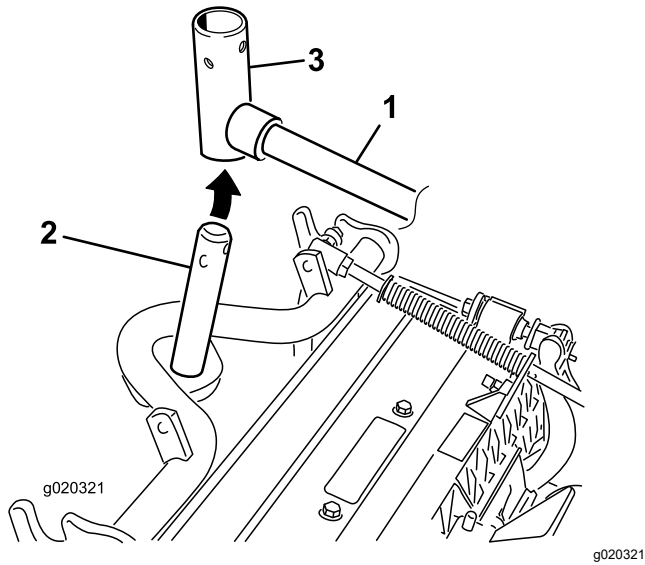

Figura 10
9. En el caso de las unidades de corte delanteras, deslice una unidad de corte debajo del brazo de elevación mientras coloca el eje del bastidor de tiro en la horquilla de pivote del brazo de elevación (Figura 10).
- B. Introduzca la horquilla del brazo de elevación en el eje del bastidor de tiro (Figura 10).